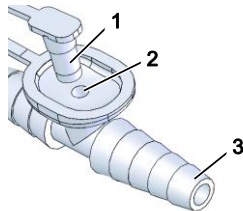

Abb. 7
11. Den Stopfen (Abb. 7/1) in die Nebenluftöffnung (Abb. 7/2) des Fingertips stecken.
12. Absaugöffnung des Fingertips (Abb. 7/3) mit Finger verschließen und während der folgenden Schritte verschlossen halten.